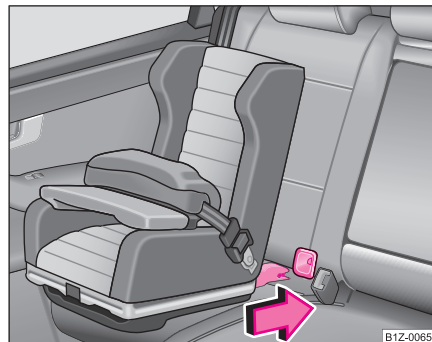

Fig. 174 El asiento infantil ISOFIX se introduce en los conos de alojamiento montados ▶
- Introduzca los brazos de enclavamiento del asiento infantil, por encima de los conos de alojamiento montados, en los anillos de retención hasta que el asiento infantil encastre de forma audible ⇒ fig. 174.